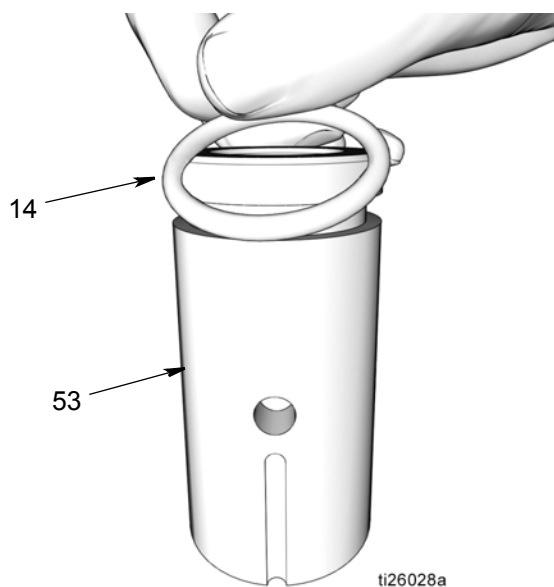

FIG. 41
- a. Utiliser un chiffon propre pour essuyer le manchon de l'élément de pompe (53) et supprimer toute saleté ou tout contaminant. Examiner la surface et rechercher d'éventuels rayures ou dégâts.
- b. Appliquer une mince couche de graisse sur le joint torique (14). Monter le joint torique sur le manchon de l'élément de pompe (d) (FIG. 41).